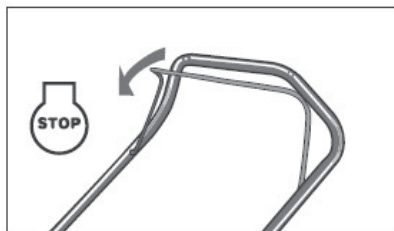

Рис.11
1. Отпустите ручку управления тормозом, чтобы остановить двигатель и лезвие.(Рис. 11)